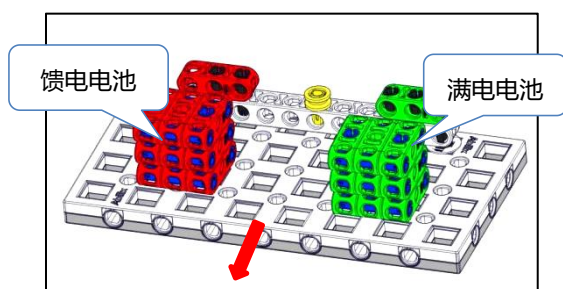

图 4-10-1 初始状态
4.10.1 便捷换电模型的初始位置位于 1-17，位置是可变的，方向是固定的，红色箭头为模型的正面朝向。红色为馈电电池，绿色为满电电池分别放在对应颜色的区域。如图 4-10-1 所示。